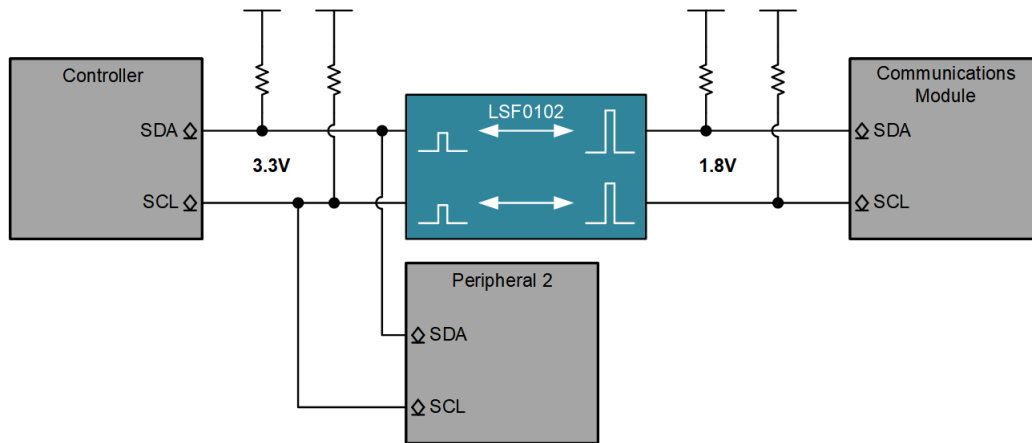
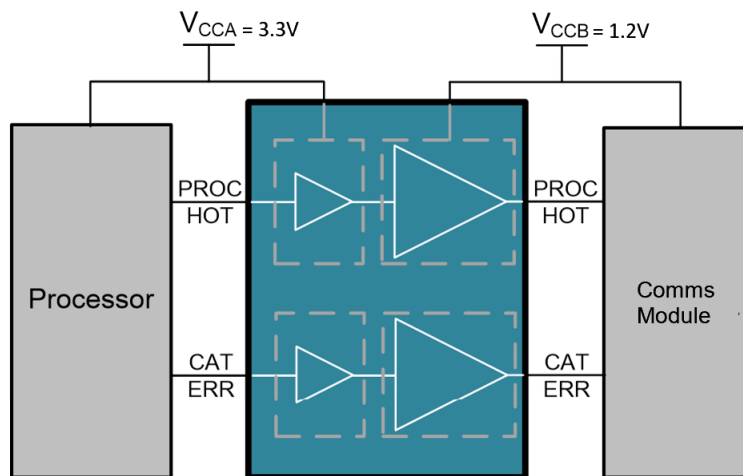

图 3. 使用 LSF0102 的 I²C 总线电平转换示例
图 4. 使用 SN74LXC2T45 的 GPIO 电平转换示例
通信模块和 ESS 微控制器之间的另一个常见控制接口是 I²C。I²C 控制总线是在许多系统中部署的非常常见的开漏控制总线。通常，控制器会在 3.3V 等通用电压节点上以 3.3V I²C 控制总线运行，而通信模块会在 1.8V 等更低电压下以 1.8V 或更低电压 I/O 运行。在这种情况下，可以使用 LSF0102 等自动方向电平转换器在通信模块的 1.8V I²C I/O 和 3.3V I²C 控制总线之间进行电平转换，如图 3 所示。同样，也可以对通用 I/O (GPIO) 进行电平转换，如图 4 所示。随着智能 ESS 技术的发展，德州仪器 (TI) 的电平转换解决方案可帮助智能 ESS 设计人员在其设计中的子系统之间实现关键连接。有关电平转换和智能电网解决方案的更多信息，请访问 TI.com 上的 TI 的电平转换着陆页以及电网基础设施解决方案页面。